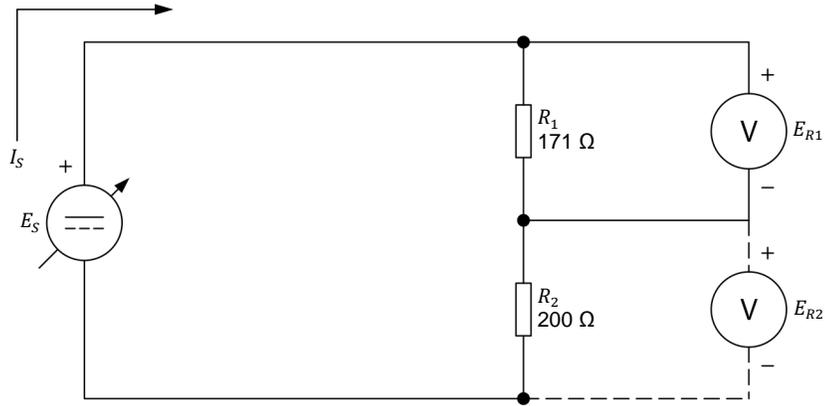

Figure 30. Circuit fait de résistances connectées en série.
3. Montez le circuit montré dans la figure 30. Pour obtenir l'arrangement de résistances dans la figure 30, effectuez les connexions et réglages des commutateurs nécessaires sur le module *Charge résistive*.
6. Calculez la résistance équivalente $R_{Eq.}$ des résistances en série dans la figure 30. Puis, calculez le courant de source I_S à partir de la résistance équivalente $R_{Eq.}$ et de la tension de source E_S de 50 V.
10. Déconnectez le voltmètre de la résistance R_1 et connectez-le aux bornes de la résistance R_2 , comme le montre la figure 30.